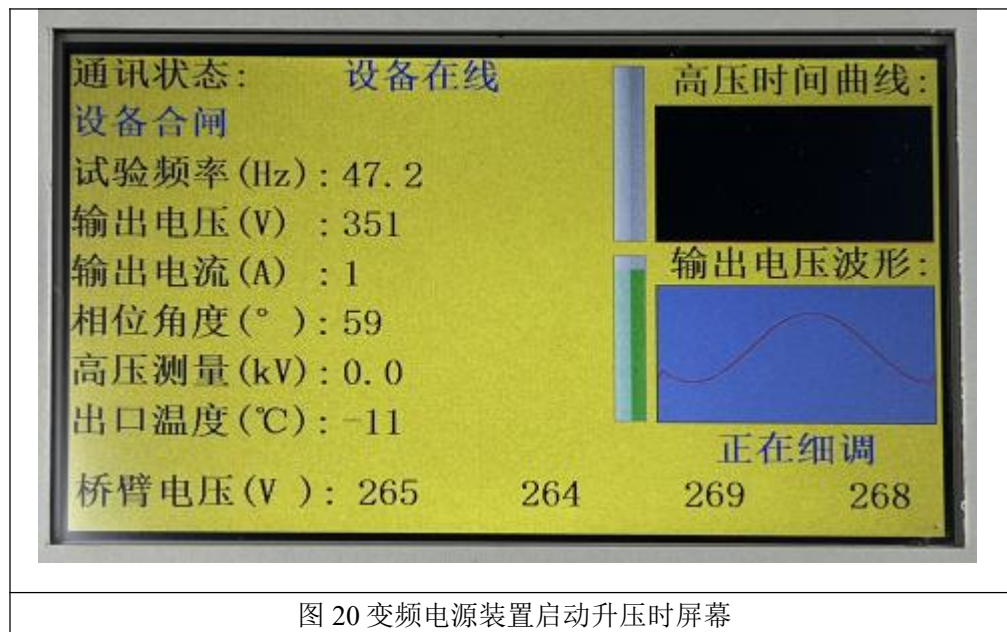

图 20 变频电源装置启动升压时屏幕
7.1.5 严格按安规要求进行系统安全接地，各部件之间应一点接地严禁接地线相互串联（参见图 20）。